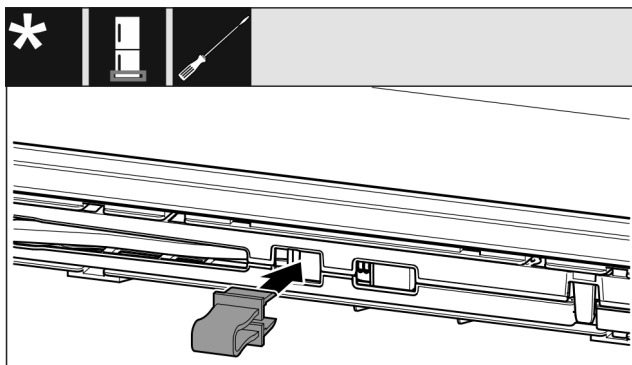

Fig. 17
- ▶ Зафиксируйте предохранитель в отверстии. (см. Fig. 17)